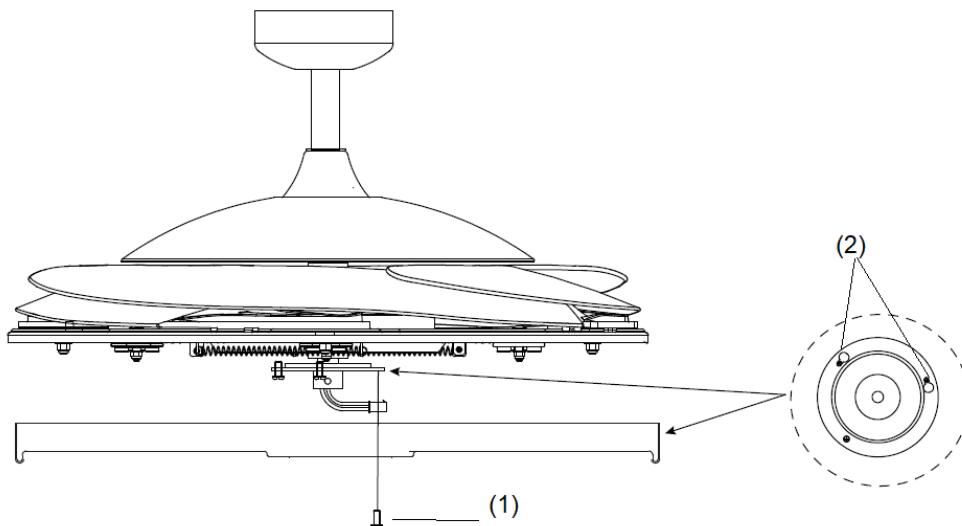

Afb. 5
Til de ventilatoreenheid op de montagebeugel. Zorg ervoor dat de gleuf (A) van de ophangkogel op de pen (B) van de montagebeugel (C) is geplaatst om te voorkomen dat de ventilator tijdens het gebruik tegendraait. (Afb. 5)
- Hang de ventilator op (Zie „De ventilator ophangen“ Afb. 5, pagina 6).